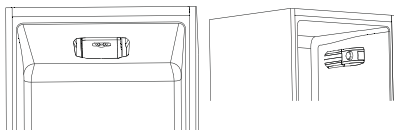

Fig.4
• De thermostaat ter controle van het toestel binnenin bevindt zich in het koelgedeelte (fig.4). Draai de thermostaatknop van de thermostaat om boven "0" te zetten. Het lampje brandt wanneer de deur van de koelkast open is.